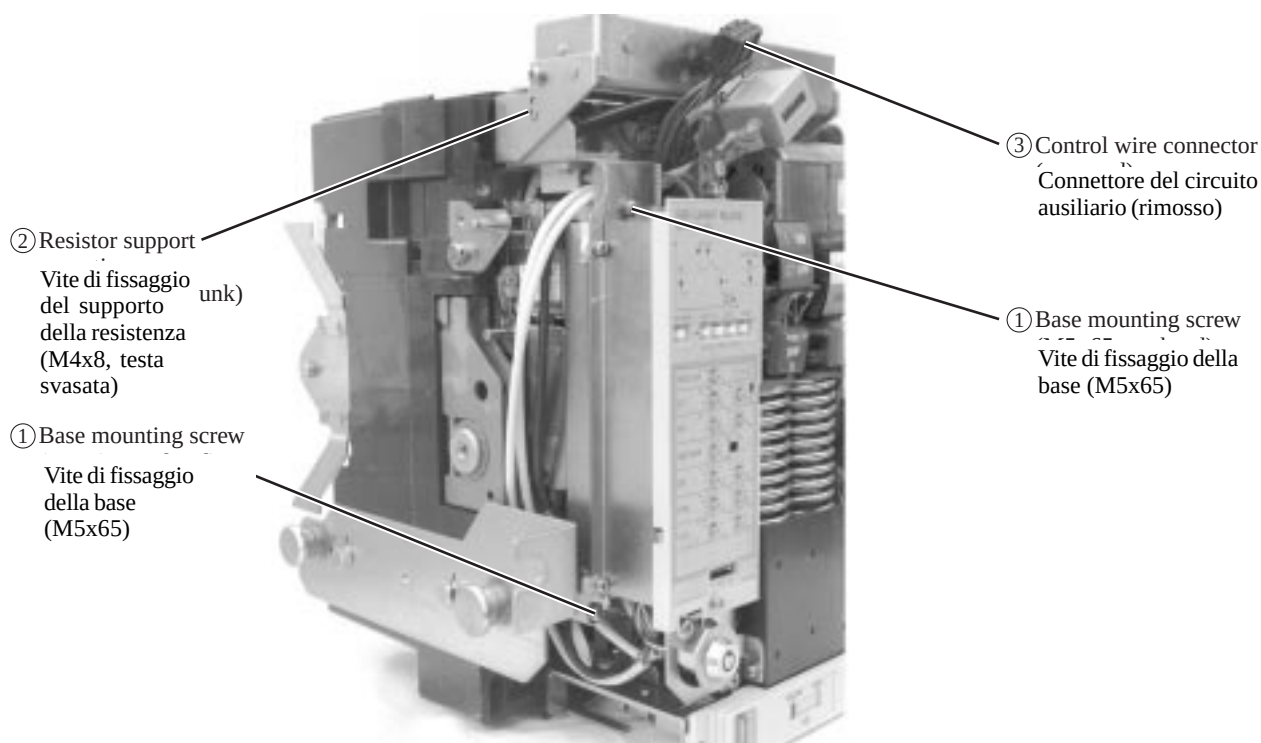

Fig. 25 Sostituzione dell'OCR (dispositivo di protezione per sovracorrente)
Rimuovere il connettore del circuito ausiliario (nero) (Fig. 25 ③) situato sopra l'OCR. (Non rimuovere i quattro connettori (bianchi) del circuito ausiliario situati sotto l'OCR).
Svitare le due viti di fissaggio alla base (M5×65, con rondella piatta ed elastica) (Fig. 25 ①) e la vite di fissaggio di supporto della resistenza (M4×8, con rondella elastica) (Fig. 25 ②) e rimuovere l'OCR.